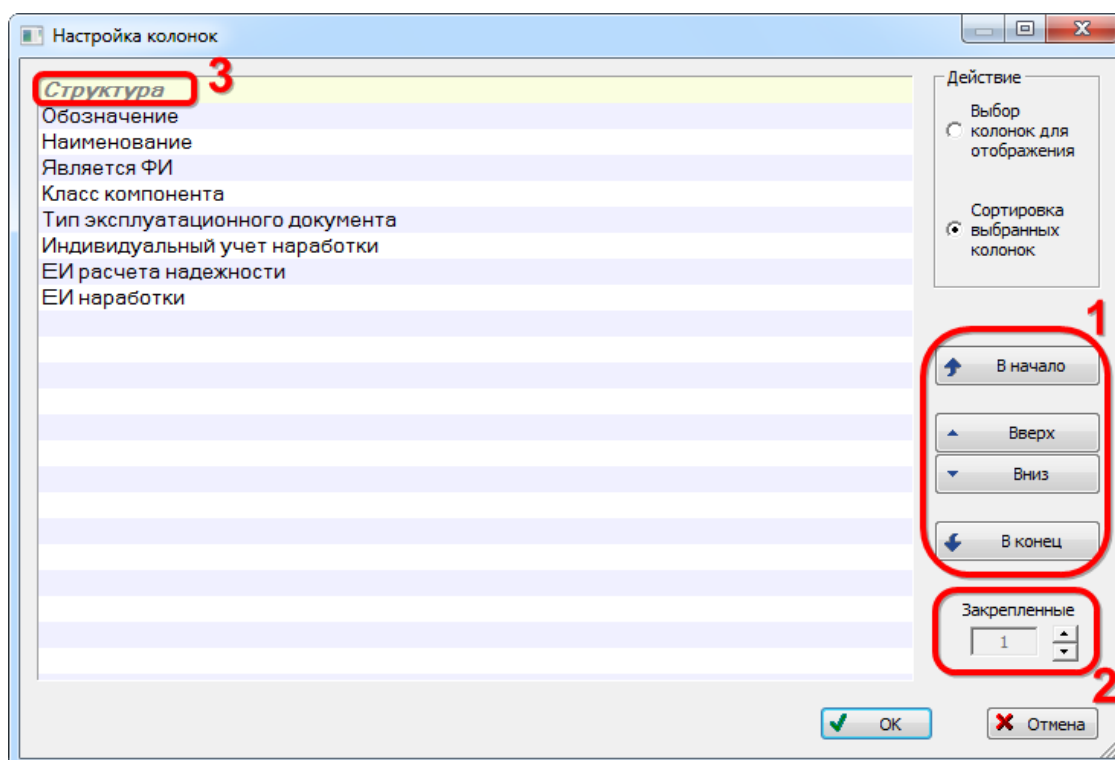

Рис. 5-19 – Окно «Настройка колонок» в режиме «Сортировка выбранных колонок»
б) Для изменения порядка отображения колонок в рабочем окне установить переключатель в блоке «Действие» в состояние «Сортировка выбранных колонок». Окно «Настройка колонок» изменит вид (рис. 5-19).
7) Для изменения порядка колонок⁴⁾ в таблице используются кнопки «В начало», «Вверх», «Вниз», «В конец» (1 на рис. 5-19). При этом можно выбрать группу соседних колонок и целиком переместить ее в списке (для выделения нескольких колонок используется клавиши SHIFT и CTRL).
8) Для того чтобы зафиксировать на экране несколько первых колонок (исключить их из горизонтальной прокрутки), используется настройка «Закрепленные» (2 на рис. 5-19). Закрепленные колонки выделены в общем списке другим шрифтом (3 на рис. 5-19).